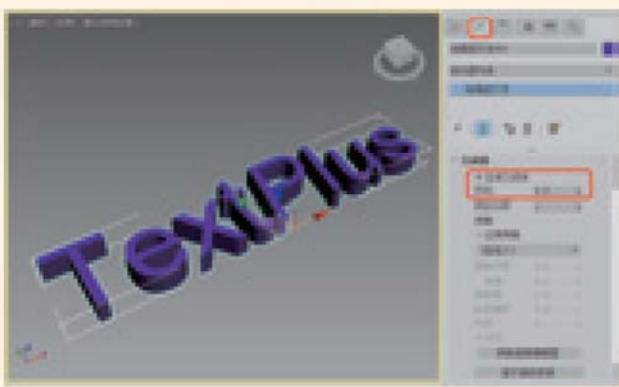

图4-43 设置【挤出】参数
- 02 切换至【修改】命令面板，勾选【生成几何体】复选框，将【挤出】设置为5，如图4-43所示。